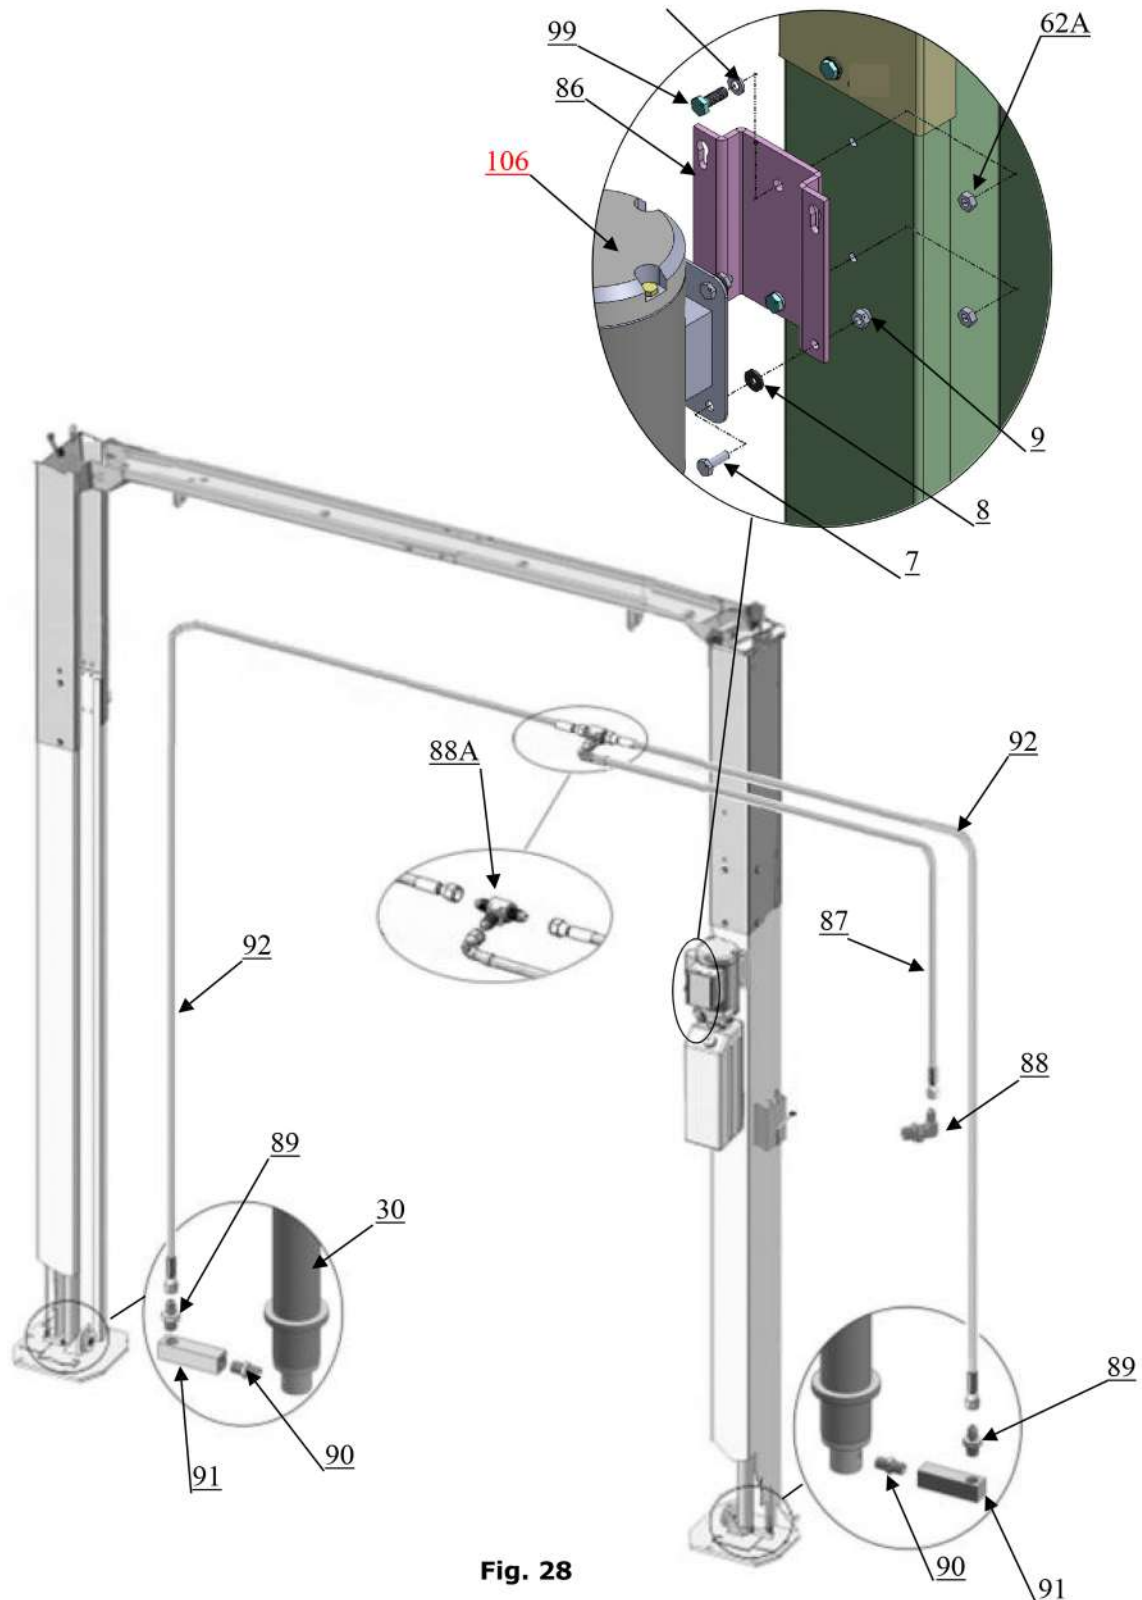

Fig. 28
L. Instalar o suporte do motor, a unidade de energia hidráulica e o conjunto da mangueira de óleo. (Consulte a Fig. 28)
1. Desenho de conexão da linha de óleo. (Ver Fig. 28)